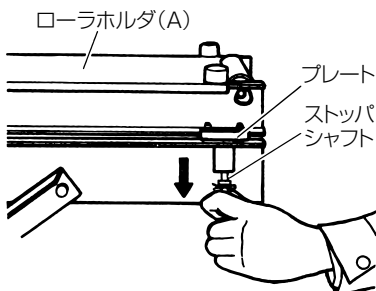

図 9
- (1) ストップシャフトを先端がローラホルダ (A) のプレートの穴から抜けるまで、引き下げます (図 9)